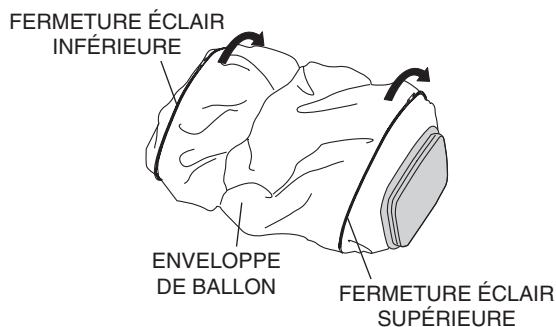

Figure 41. Dézipper l'enveloppe du ballon
1. Dézipper la fermeture éclair (Figure 41) en haut et en bas de l'enveloppe du ballon (couverture).